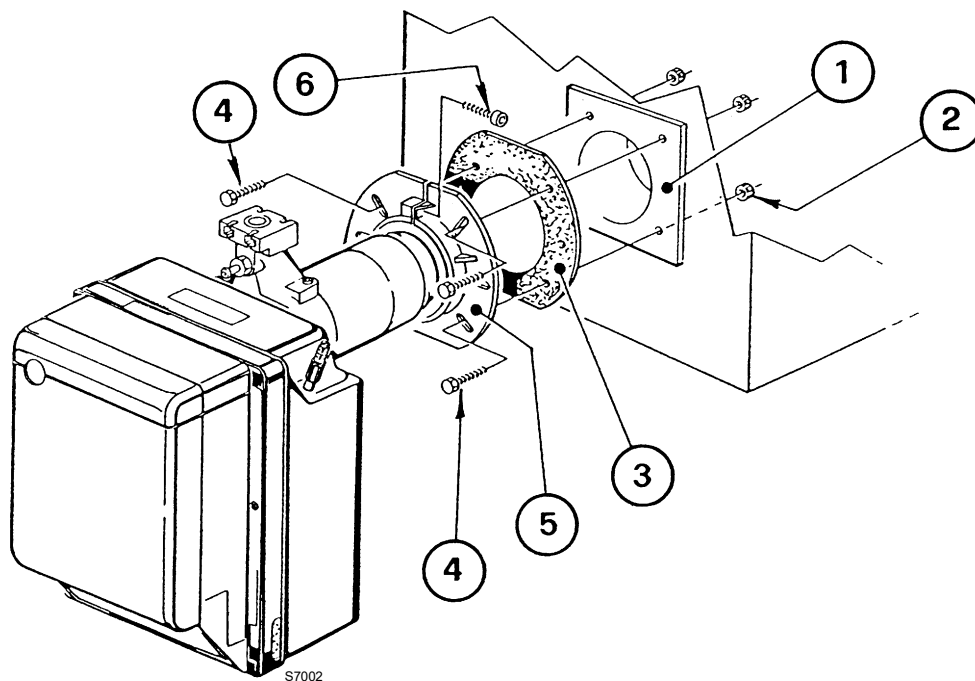

Fig. 12
- Fije la brida 5 en la puerta de caldera 1)(Fig. 12) interponiendo la junta aislante 3) con los cuatro tornillos 4) y (si es necesario) las tuercas 2) sin apretar uno de los dos tornillos superiores 4).